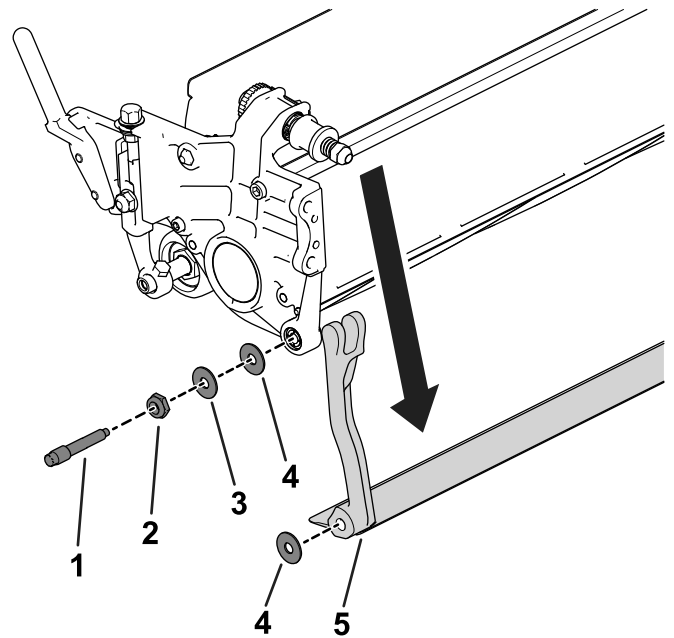

Figura 19
3. Allentate il dado di bloccaggio riprodotto nella Figura 19 su ciascun lato della macchina.
4. Togliete tutti i bulloni della barra di appoggio perché quest'ultima possa essere tirata in giù e rimossa dall'apparato di taglio (Figura 19).
Fate attenzione alle 2 rondelle in acciaio e alla rondella in plastica su ciascuna estremità della barra di appoggio (Figura 19).
3. Collocate una rondella di nylon su ciascun lato del risalto della piastra laterale. Posizionate una rondella di acciaio all'esterno di ciascuna rondella di nylon (Figura 19).